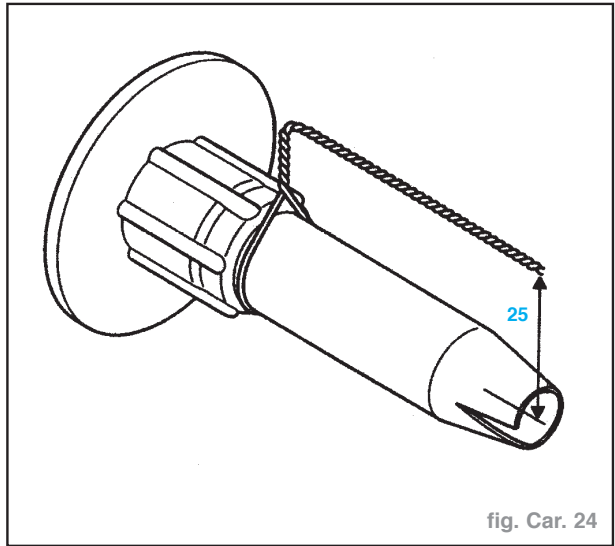

fig. Car. 24
- Guide d'extrusion de fabrication locale (fig. Car. 24).